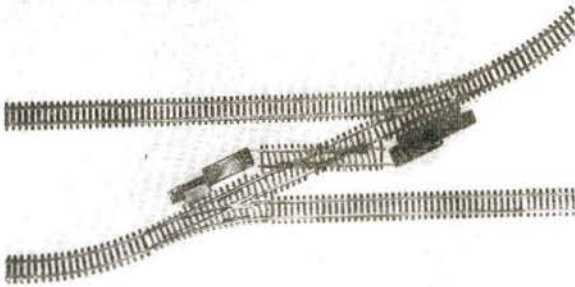
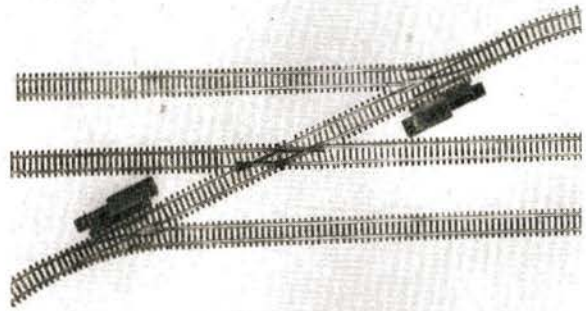

Bild 1
Bild 2
- Bild 1 H0-Anlage des Herrn Erhard Höppner aus Eisleben. Ein Kohlenzug verläßt gerade den Bahnhof Rosenthal – gezogen von einer Lok der BR 44. Die Lok der BR 65¹⁰ vor dem Doppelstockzug ist ein Eigenbau.
- Bild 2 Blick vom Stellwerk Rosenthal Ost in die Weichenstraße des Stellwerkbezirkes. Etwas unschön wirkt die Kombination zwischen Pilz- und Pikogleisen.
Ich besitze eine Modellbahnanlage in der Nenngröße TT. Mein spezielles Steckpferd besteht im „Ausfüllen“ von Gleisplänen. Dabei verwende ich das im Handel erhältliche Gleismaterial u. a. auch Weichen der PGH „Mechanik“, Oelsnitz i. V. Durch beengte Platzverhältnisse bin ich gezwungen, meine Anlage auf kleinstem Raum unterzubringen. Andererseits sollen der Gleisplan und vor allem die Bahnhofsanlagen so interessant und modellgerecht wie möglich wirken. Dazu gehört eine kompakte Massierung von Gleisen im Bahnhofsgelände. Leider haben nun alle handelsüblichen Weichen die unangenehme Eigenart, Stellplatten für die Weichenantriebe und die Mechanik zu haben, die bei bestimmten Gleisbildern im Wege sind (Bild 1). Die Ausführung eines solchen Gleisbildes ist mit üblichen Mitteln nur durch Dazwischenschalten von mindestens einer $\frac{1}{2}$ - oder $\frac{1}{1}$ -Schiene möglich (Bild 2). Dadurch werden aber die Weichenstraßen in Länge und Breite auseinander gezogen. Dies geht wiederum bei gegebener Anlagengröße auf Kosten der freien Gleislänge im Bahnhof. Der Vorteil der kleinen TT-Spur wird dadurch zum Teil wieder verschenkt.